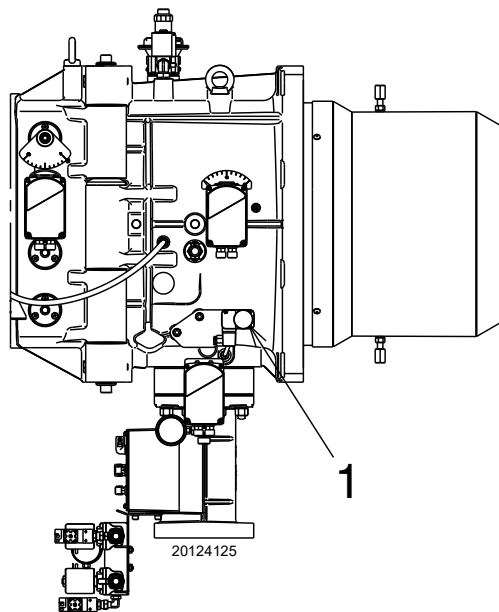

Abb. 25
Gasdruck, an der Entnahmestelle 1)(Abb. 25) gemessen mit:
Strömungsverlust Gasdrossel 2)(Abb. 25) bei maximaler Öffnung: 90° leicht in Richtung Ölstellantrieb.
- Ziehen Sie vom Gasdruck am Anschluss 1)(Abb. 25) den Druck in der Brennkammer ab.
Um stattdessen den an der Entnahmestelle 1) notwendigen Gasdruck zu ermitteln (Abb. 25), nachdem die höchste Modulationsleistung festgelegt wurde, bei der Brenner arbeiten soll:
- Lesen Sie rechts, in Spalte 1, den Druck an der Entnahmestelle 1)(Abb. 25) ab.
An der Entnahmestelle 1)(Abb. 25) erforderlicher Druck.